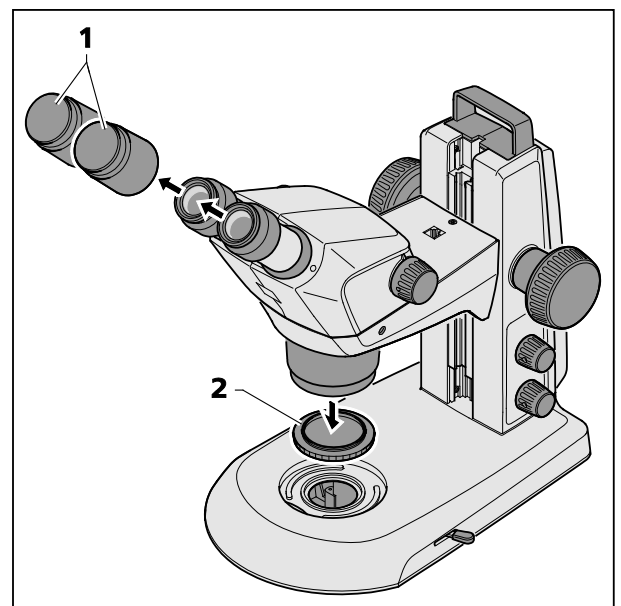

Bild 9 Abdeckkappen entfernen
- Die zwei Schutzkappen von den Okularen (Bild 9/1) abziehen und die Schutzkappe vom Objektiv (Bild 9/2) abdrehen.